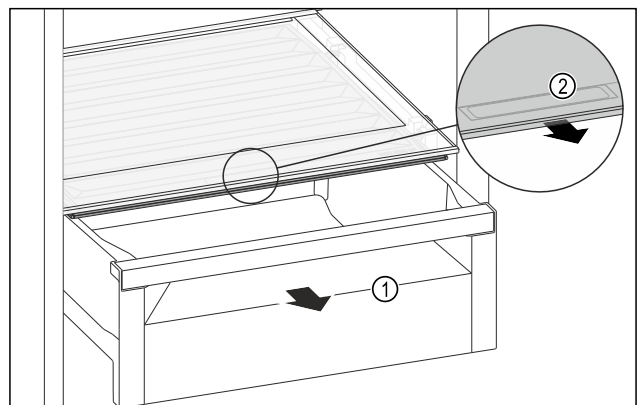

Fig. 65
- Estrarre il cassetto Fig. 65 (1).
- Afferrare la maniglia incassata Fig. 65 (2) sul coperchio dello scomparto e tirare allo stesso tempo in avanti il coperchio dello scomparto.